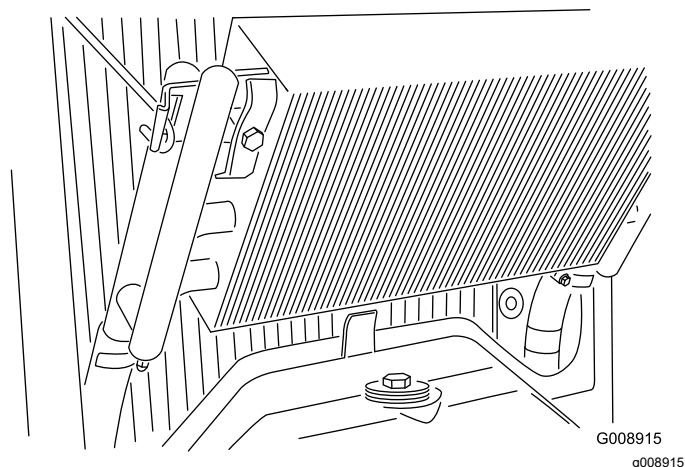

Figura 59
3. Sbloccate il radiatore dell'olio e giratelo indietro (Figura 59). Pulite accuratamente con acqua o aria compressa entrambi i lati dell'area del radiatore dell'olio e del radiatore. Riportate il radiatore dell'olio nella posizione originale.